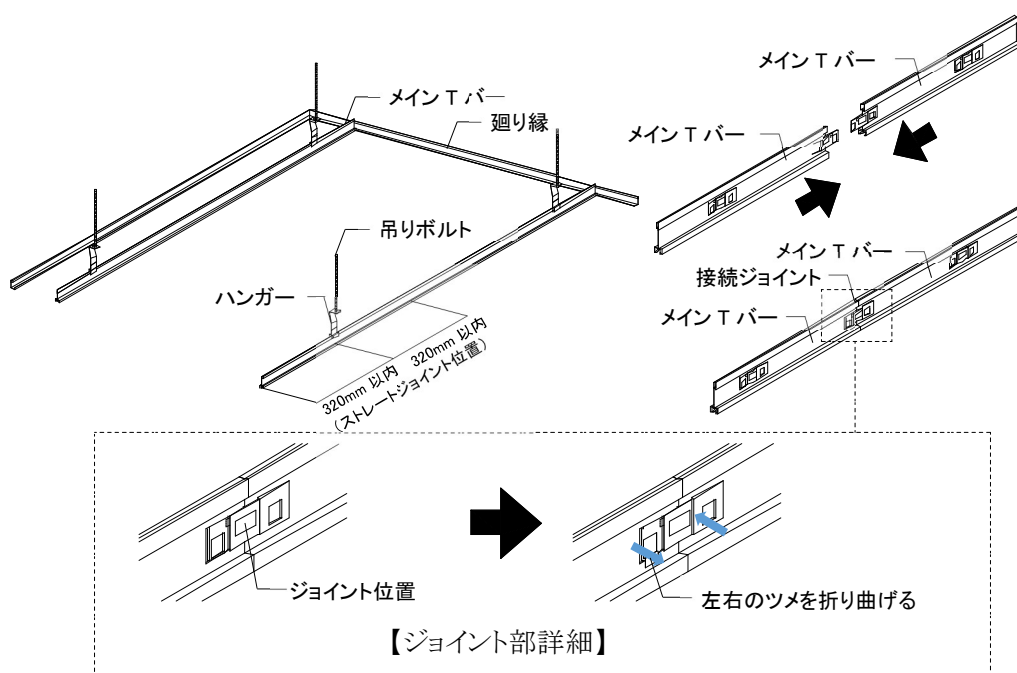

図2-4-2 Tバーの取付け②(メインTバー設置)
- ②メインTバーのストレートジョイントは、ハンガー芯から 320 mm以内 に設置し、ストレートジョイント設置時は以下の点に留意すること。(図 2-4-2 参照)